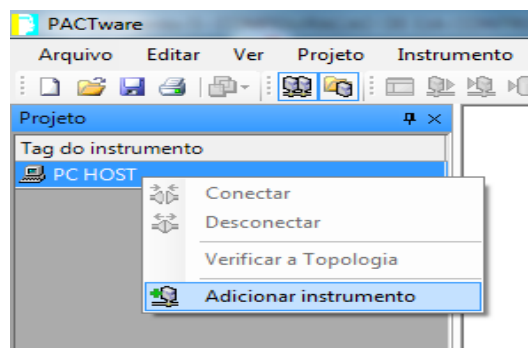

Figura 272.
- Faça a ligação como mostrada abaixo na Figura 272; os terminais 1A e 1B tratam-se de borneiras.